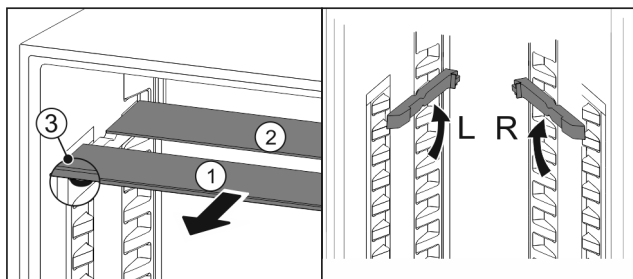

Fig. 103
- Sortir les tablettes par l'avant Fig. 103 (1).
- ▷ La tablette en verre Fig. 103 (1) avec bordure décorative est située à l'avant.
- ▷ Les butées Fig. 103 (3) sont orientées vers le bas.